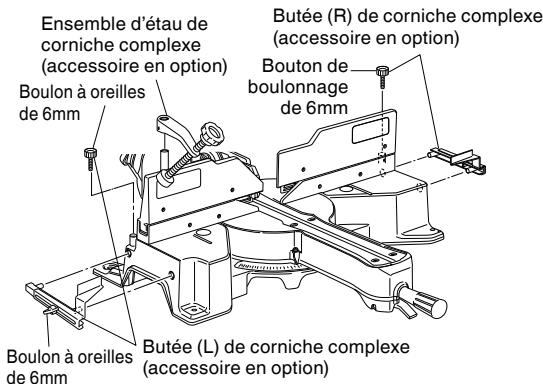

Fig. 46-a
(1) Les butées (L) et (R) de corniche complexe (accessoire en option) permettent des coupes plus faciles de corniches complexes sans inclinaison de la lame de scie. Les installer sur la base, de chaque côté, comme le montre la Fig. 46-a. Après les avoir introduits, serrer les boutons de boulonnage de 6mm sur les butées de corniche complexe.